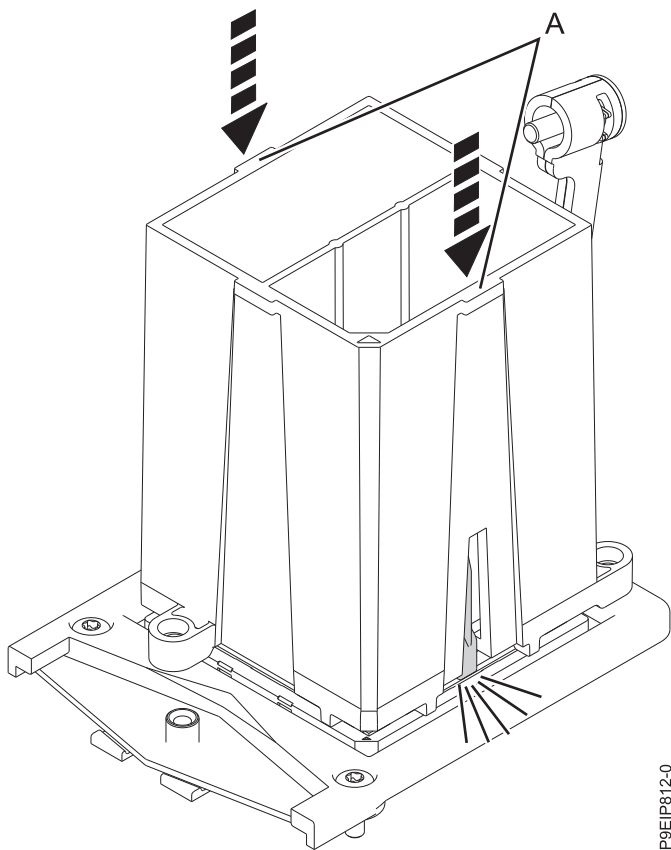

Figure 58. Fixation du module de processeur système dans l'outil
9. L'outil de retrait (**A**) étant posé sur la partie supérieure du module de processeur système, appuyez dessus pour engager le module de processeur système dedans, comme illustré dans la figure 58, à la page 60.